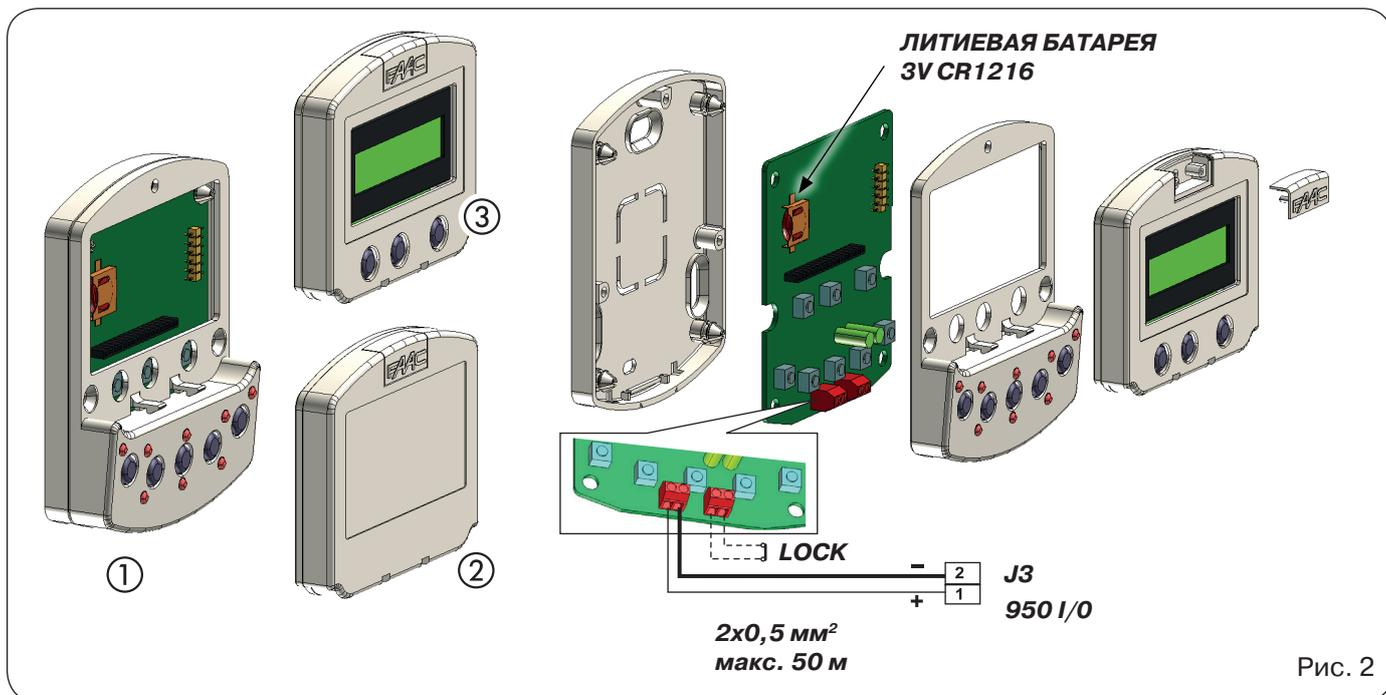

Рис. 2
КР-КОНТРОЛЛЕР предназначен для выбора, регулировки и программирования рабочих режимов автоматических дверей серии 950. Контроллер состоит из двух частей: стационарной части, используемой для выбора рабочего режима с помощью кнопок и соответствующих светодиодов (рис. 2, поз. ①), и съемной части с ЖК-дисплеем и клавишами выбора программируемых функций (рис. 2, поз. ③). Дисплей КР-КОНТРОЛЛЕРА может использоваться в качестве временного средства программирования, для чего следует в РАСШИРЕННОМ меню (ADVANCED MENU) присвоить параметру Maintain settings (Сохранение настроек) значение ON (ВКЛ.): после завершения всех работ по программированию и настройке КР-КОНТРОЛЛЕР можно полностью снять, поскольку все рабочие параметры сохраняются в памяти платы 950 MPS. Если КР-КОНТРОЛЛЕР устанавливается без дисплея, то
отведенное под него место закрывается крышкой (рис. 2, поз. ②).
Работу КР-КОНТРОЛЛЕРА можно заблокировать нажатием определенной комбинации клавишей (см. специальную функцию LOCK) или созданием внутренней перемычки с помощью переключателя (рис. 2, поз. LOCK).
Пошаговая схема установки представлена на рис. 2. Для прокладки соединительного кабеля в устройстве предусмотрены два отверстия.
КР-КОНТРОЛЛЕР подключается к плате 950 I/O с помощью кабеля 2 x 0,5 мм² длиной не более 50 м (рис. 2). Если две клеммы LOCK соединяются между собой, как показано на рис. 2, то все клавиши программирования блокируются.